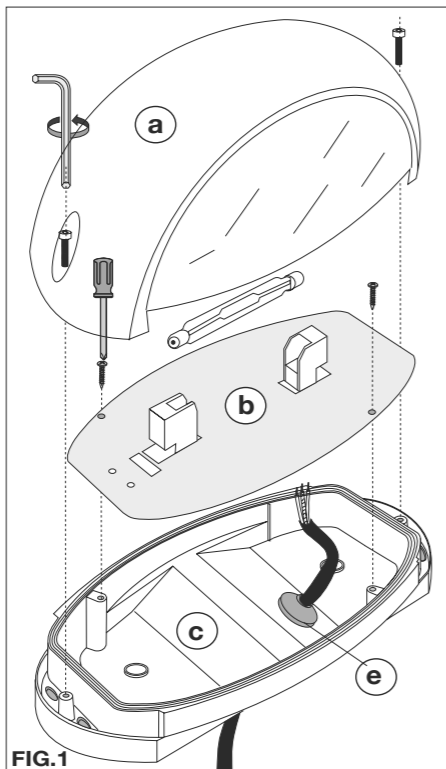
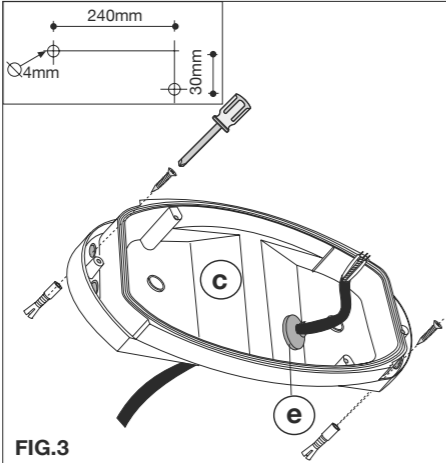
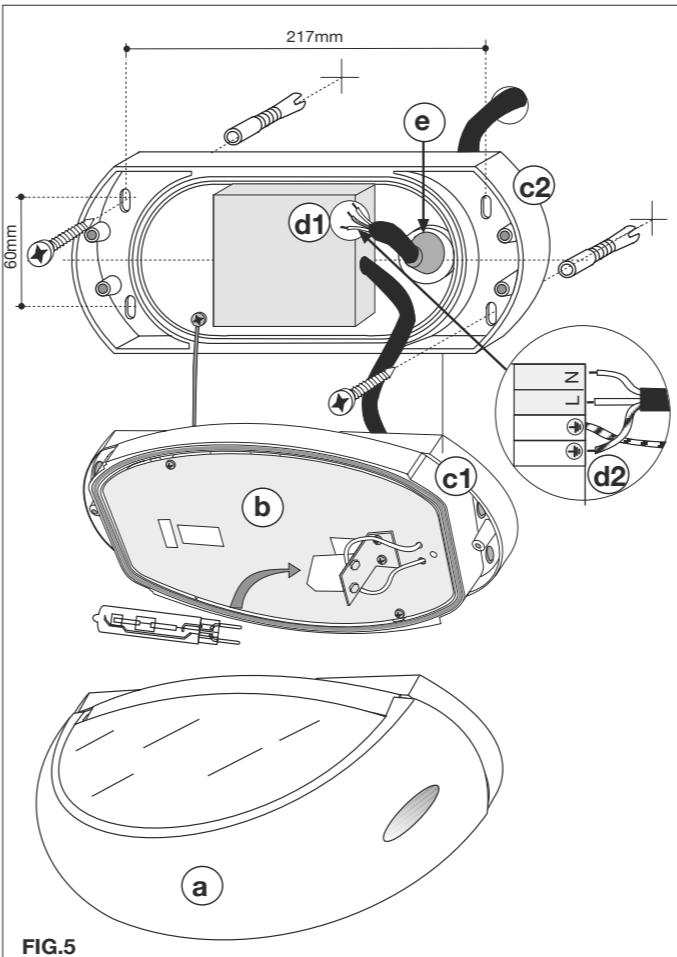

FIG.1
FIG.3
FIG.5
- Die Verkabelung am Kabelklemme (d) unter dem Reflektoren (das gruen und gelb Erdkabel muss im Sitz mit dem Symbol ⊕, Erd'verbunden werden **(FIG.1/2)** durchzuführen).
- Den Reflektor auf der Unterlage des Apparats wiederaufschrauben, die Lampe einsetzen und die Kalotte mit dem Glas wiederzusammensetzen. **(FIG.1)**
- Sacar la tapa con el vidrio (a) destornillando los tornillos y sacar el reflector (b) sacando el tornillo de fijación. **(FIG.1)**
- Introducir el cable de alimentación (con diámetro entre 7 y 10 mm H07RN-F 3G) en el prensacable (e). **(FIG.1)**
- Fijar la base a la superficie **(FIG.3)** y cablear el cable de alimentación con el bornero / conector (d) que se laya bajo el reflector (el cable de tomatierra amarillo y verde va ronectado al símbolo ⊕). **(FIG.1/2)**
- Moular el reflector sobre la base, poner la lampara y tajarla con el vidrio. **(FIG.1)**
- Introdurre il cavo di alimentazione (con diametro tra 5 e 7 mm H05RN-F 3G) nel pressacavo (e) della controbases (c2). **(FIG.5)**
- Fissare la base sulla superficie mediante le asole situate ai lati della stessa **(FIG.3)** e successivamente collegare il cavo di alimentazione direttamente all'alimentatore (d1) seguendo lo schema (d2) (il cavo di terra giallo e verde va connesso nella relativa sede contrassegnata con il simbolo di terra ⊕). **(FIG.5)**
- Riavvitare la base (c1) alla controbases (c2) sistemando adeguatamente i cavi e stringendo le quattro viti a brugola. **(FIG.5)**
- Insert the feeding cable (with diameter between 5 and 7 mm H05RN-F 3G) through the cable gland (e) of the counterbase (c2). **(FIG.5)**
- Fix the base on the surface through the slots at its sides **(FIG.3)** and plugging the supply cable directly to the control gear (d1) following the scheme (d2) (the yellow and green cable has to be connected in the appropriate housing with the symbol ground ⊕). **(FIG.5)**
- Rescrew the base (c1) to the counterbase fixing the cables and tightening the 4 socket head screws. **(FIG.5)**
- Introduire le câble d'alimentation (avec diamètre entre 5 et 7 mm H05RN-F 3G) dans le serre-câble (e) de la base (c2). **(FIG.5)**
- Fixer la base sur le support grâce aux fentes sur le côté **(FIG.3)** et joindre le câble d'alimentation directement sur le module d'alimentation (d1) suivant le schéma (d2) (le câble jaune/verre sur le symbole de la terre ⊕). **(FIG.5)**
- Revisser la base (c1) sur la contre base en assurant le câblage et resserrer la quatre vis. **(FIG.5)**
- Den Speisekabel (mit Durchmesser zwischen 5 und 7 mm H05RN-F 3G) durch die Kabelklemme (e) der Basis (c2) leiten. **(FIG.5)**
- Die Platte auf der Oberfläche durch die seitige Oesen **(FIG.3)**. Die Verkabelung am Vorschaltgeraet (d1) dem Schema gemaess (d2) (das gruen und gelb Erdkabel muss im Sitz mit dem Symbol ⊕). **(FIG.5)**
- Die Unterlage (c1) auf der Gegenunterlage wiederaufschrauben, die Kabel befestigen und die 4 Schraube anziehen. **(FIG.5)**
- Introducir el cable de alimentación (con diámetro entre 5 y 7 mm H05RN-F 3G) en el prensacable (e) en la controbases (c2). **(FIG.5)**
- Fijar la base a la superficie usando los que se encutran en los lados y aquieros los tocos **(FIG.3)** y cablear el cable de alimentación directamente al alimentador (d1) siguiendo el esquema (d2) (el cable de tierra amarillo - verde va conectado en simbolo ⊕). **(FIG.5)**
- Montar neuvamente la base (c1) a la controbases (c2) poniendo adecuadamente el cable y apretando los cuatro bonillos en su respectivo aquiero. **(FIG.5)**